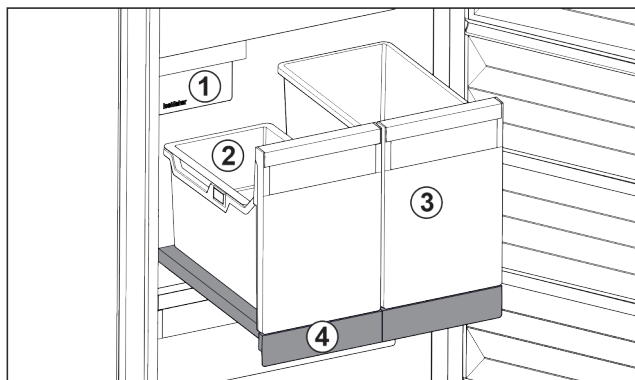

Fig. 99 Wysuwana półka z IceTower
Na wysuwanej półce znajdują się dwa wysokie pojemniki (IceTower). W pojemniku Fig. 99 (2) zbierane i przechowywane są kostki lodu z IceMaker. Pojemnik Fig. 99 (3) nadaje się do przechowywania wysokich artykułów spożywczych, takich jak pizza i napoje alkoholowe.